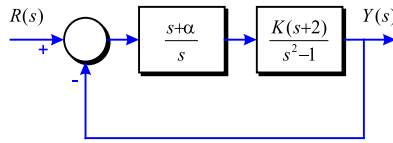

Figura 3-4
**Problema 49** A la Figura 3-4 es mostra el diagrama de blocs d'un sistema de control: